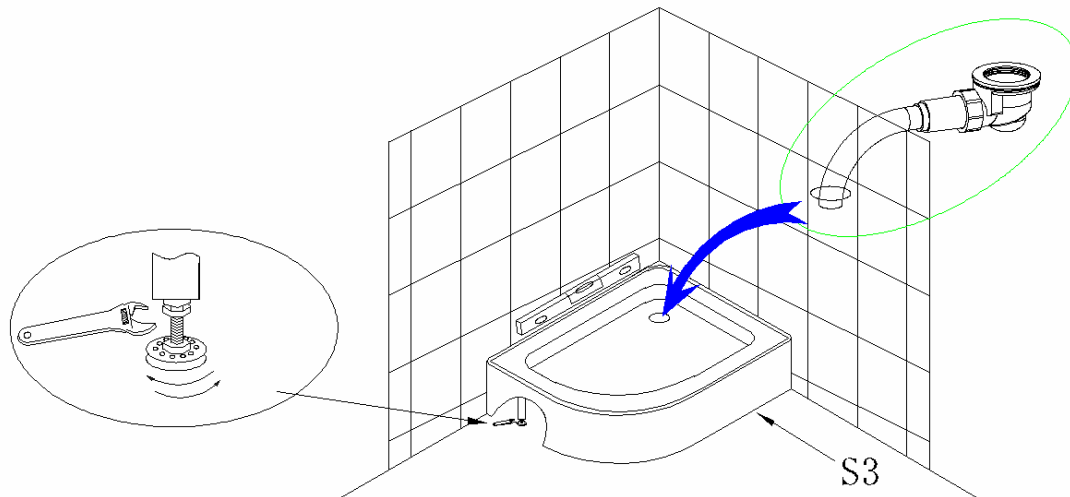

Fig. 5.
5. Ställ duschkaret där duschkabinen ska installeras, justera fötterna så att karet står stabilt och plant. Läg den flexibla slangen in i avloppshålet i golvet, se fig. 5.